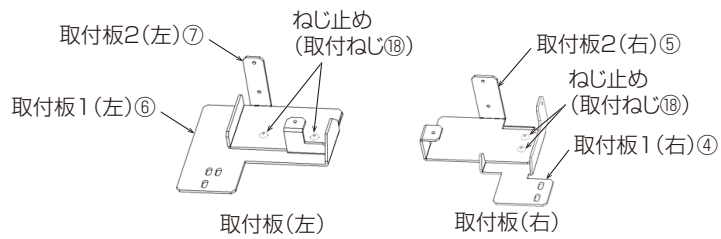

図 4
- 取付板 1（右）④と取付板 2（右）⑤、取付板 1（左）⑥と取付板 2（左）⑦を取付ねじ⑫を使用してねじ止めしてください。（図 4）